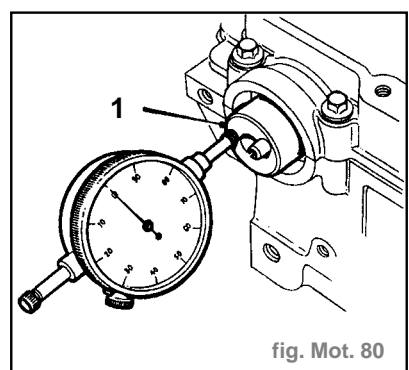

fig. Mot. 80
- Vérifier le jeu axial de chaque arbre à cames à l'aide d'un comparateur à cadran (fig. Mot. 80) :
- Contrôler le jeu axial d'arbre à cames à l'aide d'un comparateur à cadran (fig. Mot. 80) :